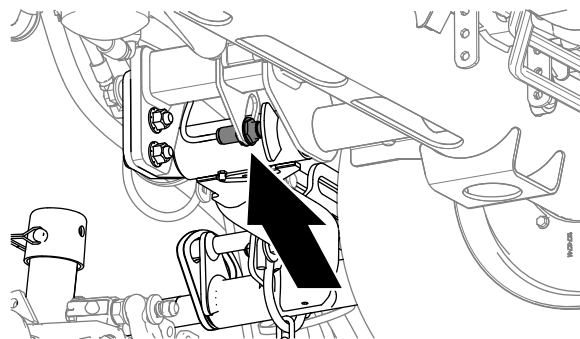

Рисунок 92
2. Переключатель подъемного рычага расположен под гидравлическим баком и внутри подъемного рычага режущего блока № 5 (Рисунок 92).